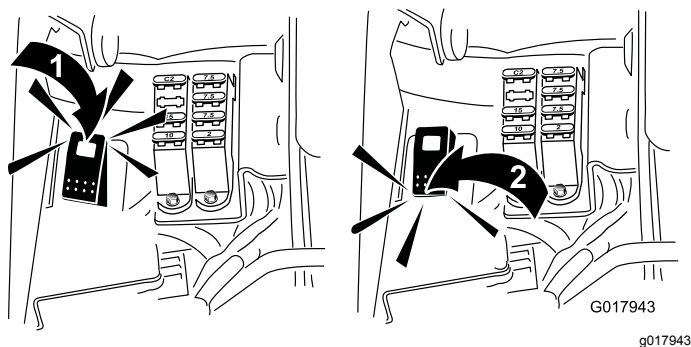

Bild 59
5. Drehen Sie den Läpphebel auf R (Bild 59).